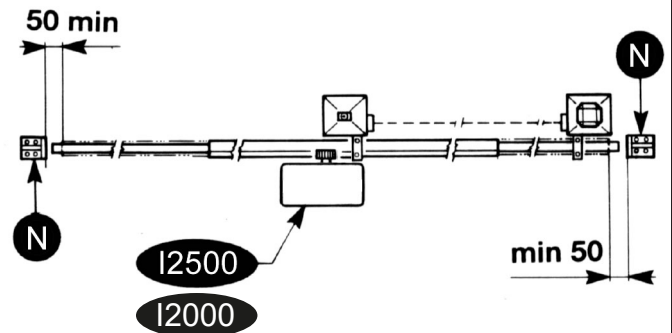

FIG. 2
Outre les fins de course présents sur l'opérateur, il est nécessaire d'installer des butées mécaniques fixes à l'extrémité de chaque course de sorte à arrêter le portail en cas de dysfonctionnement des fins de course électriques. Pour cela, les butées mécaniques doivent être dimensionnées de sorte à supporter la poussée statique du moteur ajoutée à l'énergie cinétique du portail (N) (Fig.2).